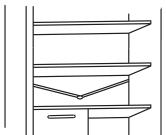

Abb.12
- Die Ablassleitung des Wassers (Abb. 12) im Kühlshrankbereich sauber halten, um Wasser darin zu vermeiden.